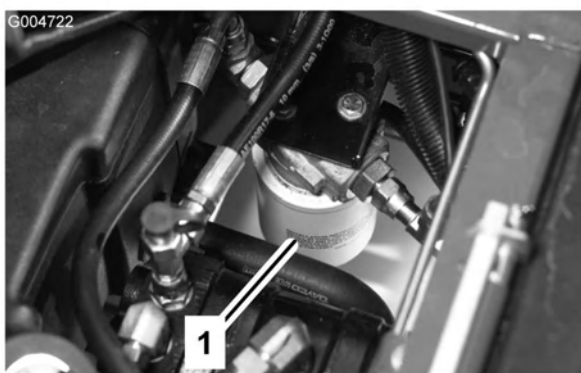

Figure 69
2. Nettoyez la surface autour de la surface de montage du filtre. Placez un bac de vidange sous le filtre et enlevez le filtre (Figure 69).